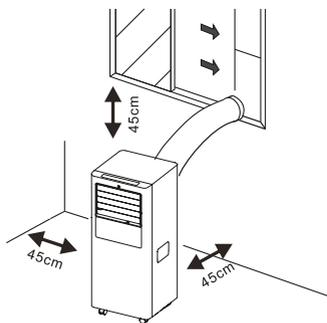

Рис. 7
1. Обеспечить свободное пространство (не менее 45 см) (Рис.7).